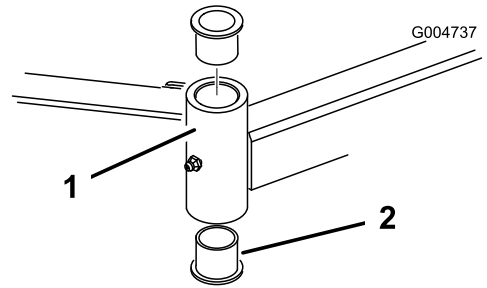

Figura 93
4. Inserte un botador fino en la parte superior o inferior del tubo de montaje y dé golpes hasta que salga el casquillo del tubo (Figura 93).